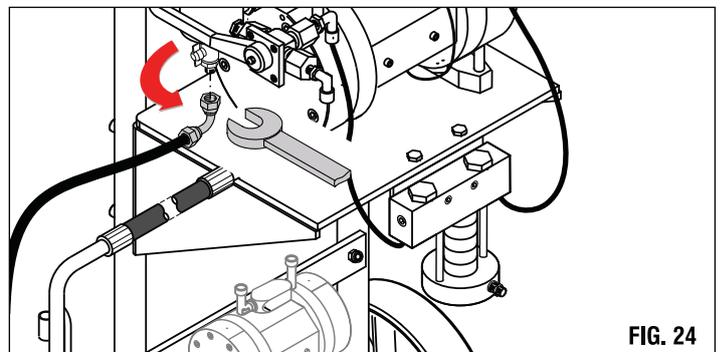

FIG. 24
-Montaggio tubo di ricircolo (Fig.24)